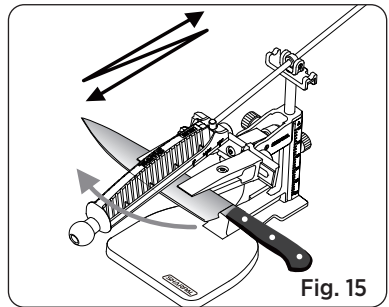

Fig. 15
2. Üben Sie leichten Druck mit langen, gleichmäßigen Zügen aus und beginnen Sie an der Ferse der Klinge. Führen Sie die Schleifplatte entlang der Schneide hin und her bis zur Spitze. Stoppen Sie an der Klingenspitze (Siehe Fig. 15).